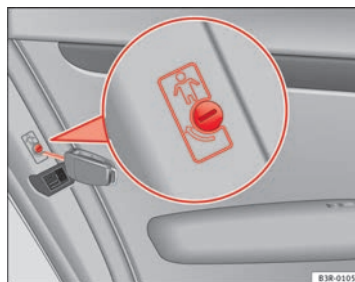

Fig. 78 Seguro para niños en las puertas traseras
- Gire la llave en la dirección de la flecha ⇒ fig. 78.